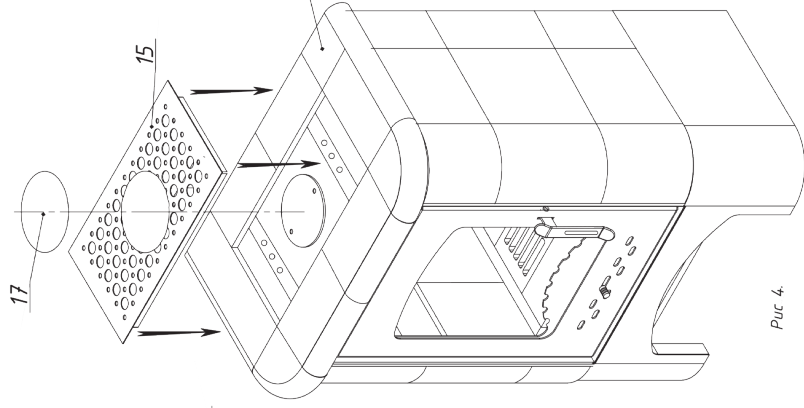

Рис. 4
4. Декоративная крышка 15 и заглушка крышки 17 устанавливаются на верхнюю панель 6 (Рис. 4)